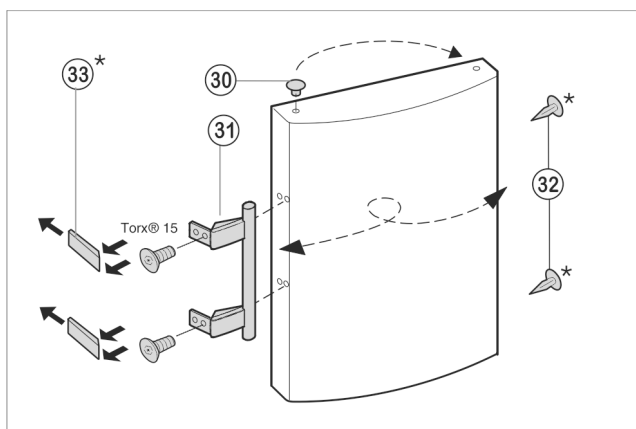

Fig. 10
- ▶ Võtke kork Fig. 10 (30) ukse laagripuksist välja ja paigutage ümber.
- ▶ Monteerige uksekäepide Fig. 10 (31), kork Fig. 10 (32) ja surveplaadid Fig. 10 (33) küljest ära ja paigutage vastaspoolele ümber.